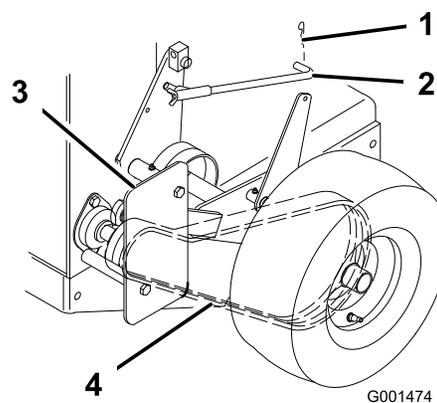

Figura 40
1. Retire el pasador de horquilla que sujeta la varilla del freno al brazo del freno para aliviar la tensión del tensor de la correa (Figura 40).
2. Retire el perno inferior y afloje el perno superior del protector para poder girarlo y facilitar el acceso a la correa (Figura 40).
3. Eleve la correa, desacóplela de la polea tensora y retírela de la polea de transmisión (Figura 40).
6. Sujete el protector con el perno que retiró anteriormente y apriete los pernos (Figura 40).
7. Sujete la varilla del freno al brazo del freno con el pasador de horquilla (Figura 40).